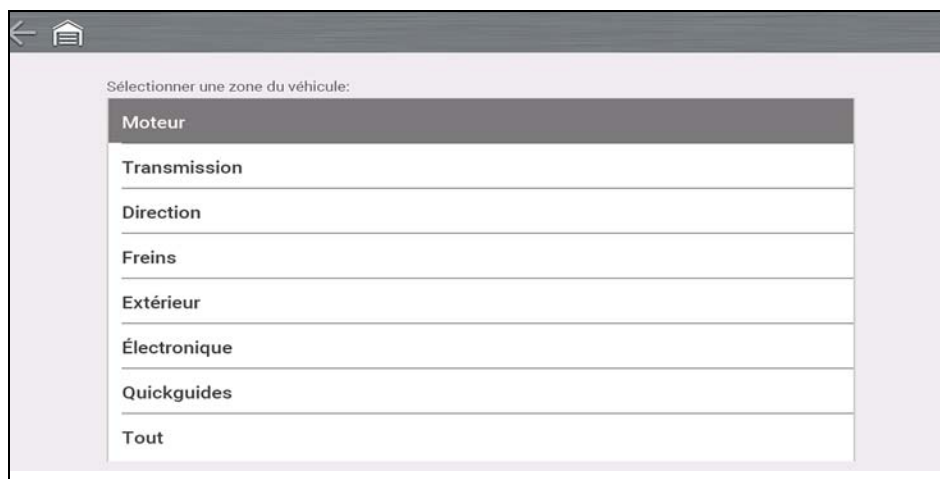

Figure 8-5
2. Sélectionnez une partie du véhicule (p. ex., **Moteur, Transmission, Freins**) (*Figure 8-5*).